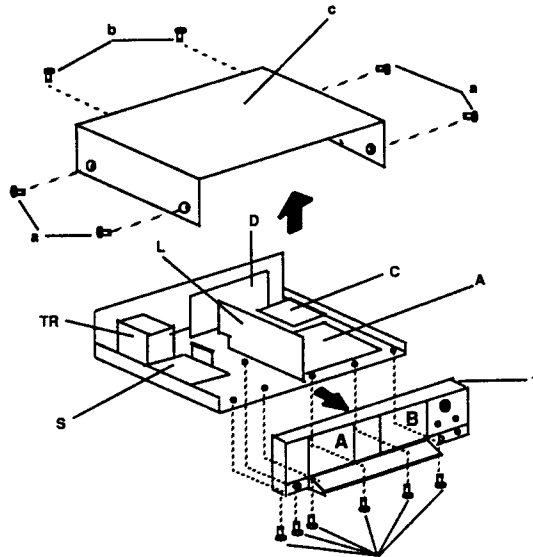

Abb. 2
1. Gehäuseoberteil abnehmen (Abb. 2)
1. Removal top of the cabinet (Fig. 2)